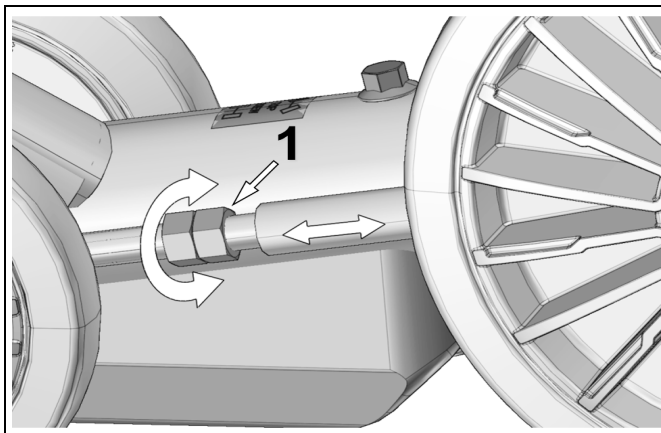

Figure 24
Desserrer le contre-écrou et tourner l'écrou d'ajustement (1) pour régler la tension de la chenille. Voir la Figure 24.